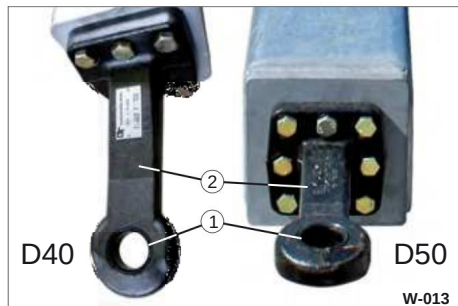

Fig. 16 Smøring af trækøjer / slibeolie
• Smør slibebøsningen (fig. 16/1) og den afrundede del af trækøjet (fig. 16/2) med langtidsholdbart højtryksfedt.